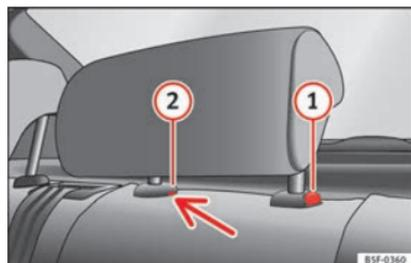

Fig. 142 Encosto de cabeça traseiro central: ponto de desbloqueio.
- Pressione o botão ① » » Fig. 142, apertando ao mesmo tempo pelo orifício do tampão ② » » Fig. 142 com uma chave de fendas, com um máximo de 5 mm de largura retire o encosto de cabeça.